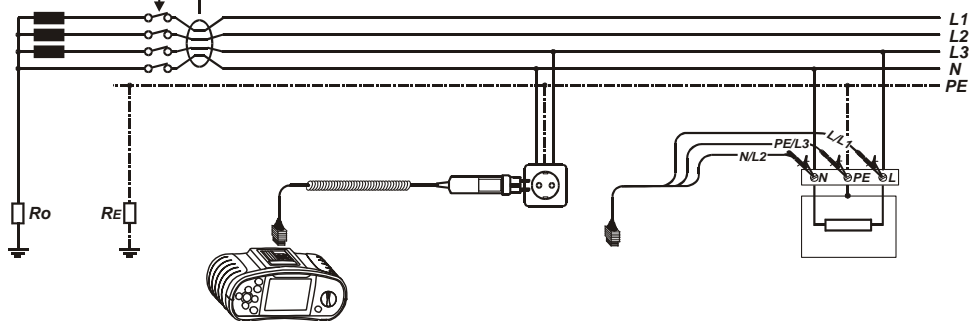

Figura 5.21: Conexión de la clavija del cable de prueba o el cable de prueba universal
Paso 3 Siga el diagrama de conexión mostrado en la figura 5.21. Utilice la función **Ayuda** si fuera necesario.
Paso 3 Vea el diagrama de conexiones en la figura 5.21 (capítulo 5.4.6 *Tensión de contacto*).
Paso 3 Vea el diagrama de conexiones de la figura 5.21 (ir al apartado 5.4.6 *Tensión de contacto*). Utilice el menú **AYUDA** si fuera necesario.
Paso 3 Siga el diagrama de conexiones que muestra la figura 5.21 (vea el capítulo 5.4.6 *Tensión de contacto*). Utilice el menú **AYUDA** si fuera necesario.